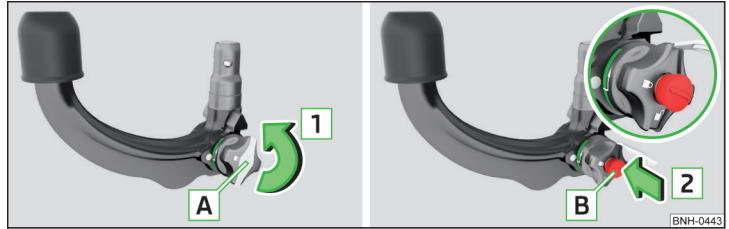

Abb. 112 Kappe vom Schloss abnehmen / Schlüssel in das Schloss stecken
- Die Kappe **A** vom Schloss in Pfeilrichtung **1** » Abb. 112 abnehmen.